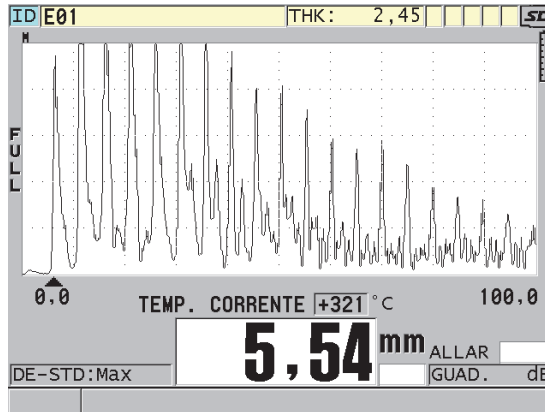

Figura 10-19 Visualizzazione dei dati correlati alla compensazione della temperatura
4. Premere il tasto [MEAS] per ritornare alla schermata di misura con la funzione di compensazione della temperatura attivata (vedi Figura 10-19 a pagina 187).